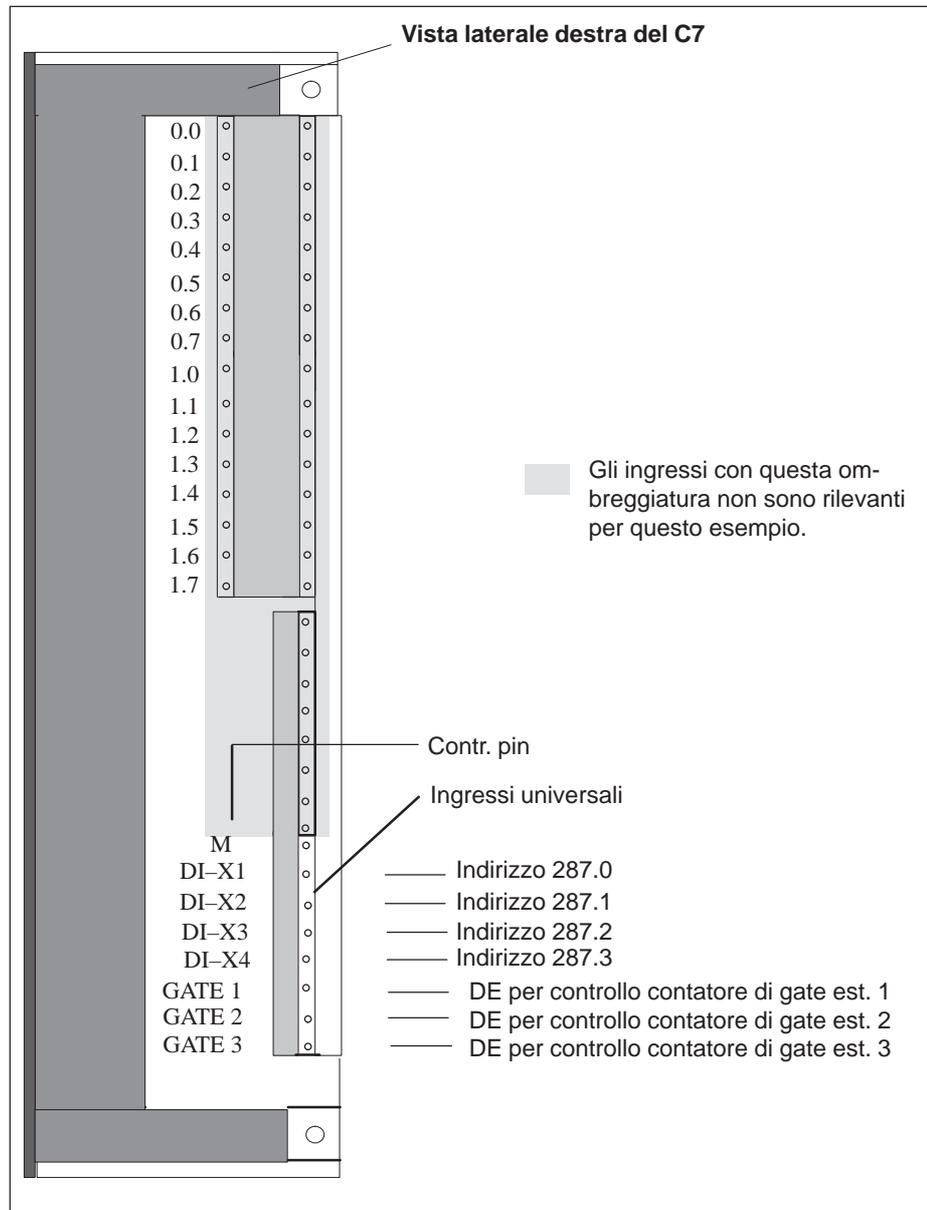

Figura 8-1 Collegamenti degli ingressi universali
La figura 8-1 mostra i collegamenti degli ingressi universali.
**Campo d'ingresso** I 4 ingressi universali del campo d'ingresso (vedere la figura 8-1) hanno i seguenti indirizzi e valori: